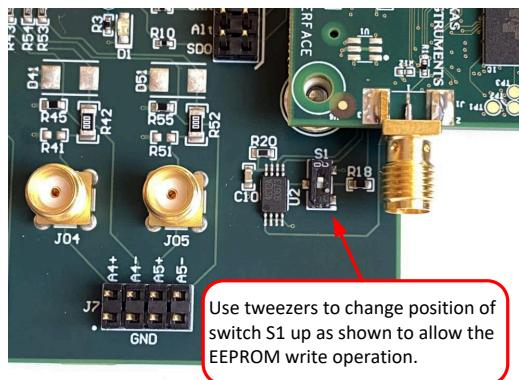

图 7-3. 启用 EEPROM 进行写入
2. 启用 EEPROM 进行写入。此过程通过使用镊子将开关 S2 切换到顶部位置来完成。图 7-3 详细介绍此过程。